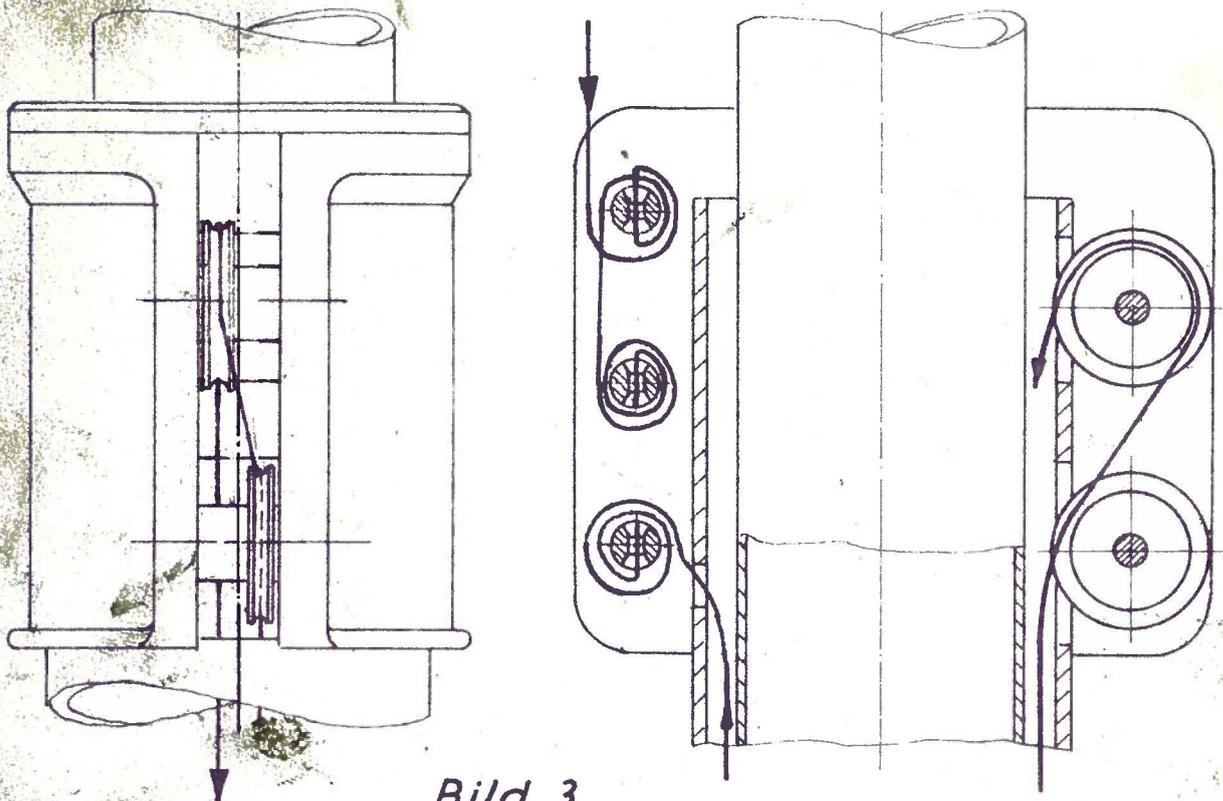

Bild 3
8. Kopfschelle 88 am Standrohr befestigen und die Seilrollen einsetzen. Die Schleufe des Auszugseils I so über die Seilrollen legen wie Bild 3 zeigt.
17. Das Ende des Auszugseiles II verlöten und entsprechend Bild 3 durch die Bohrung des ersten Spannbolzen an der Kopfschelle 88 ziehen, das Ende um den Spannbolzen legen und Seil so spannen, daß Rohr 72 bei leichtem Druck auf den Mastkopf ca. 5 mm ausgefahren ist. Danach wird das Seil durch die Bohrung des mittleren Spannbolzen gesteckt, in der unter D 8 beschriebenen Weise mit einer Abbindung versehen und so gespannt, daß der erste Spannbolzen entlastet ist.
18. Rückholseil II entsprechend Bild 3 in der bekannten Weise am dritten Spannbolzen befestigen und so spannen, daß der durch das Auszugseil eingestellte Abstand zwischen den Kopfschellen verringert wird.